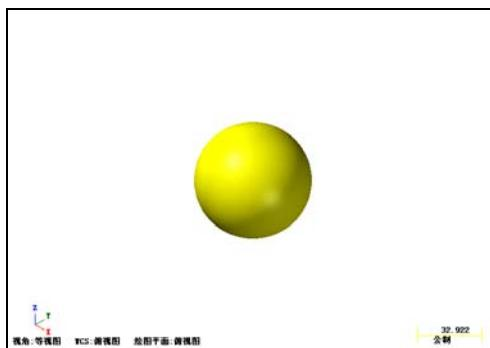

图 2-7 打开球体
- ① 在主菜单栏中选择“文件”|“打开文件”命令，打开如图 2-7 所示的球体图形。